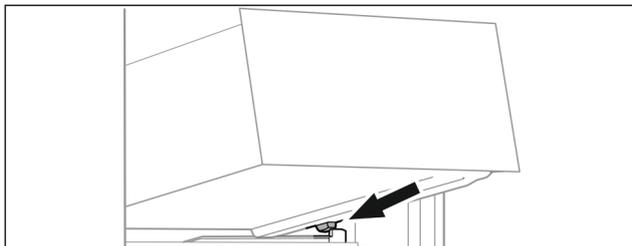

Fig. 104
- ▶ 将抽屉斜放在容器肋梁上的止动器后面。(参见 Fig. 104)